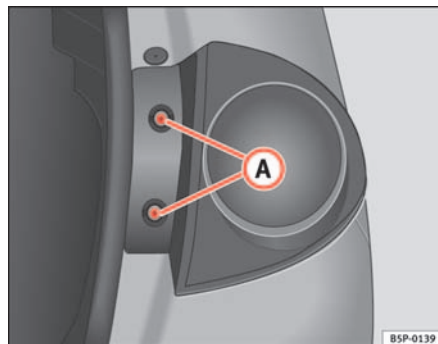

Fig. 188 Luci di posizione/arresto
- Estrarre le viti ⇒ fig. 188 **A**.